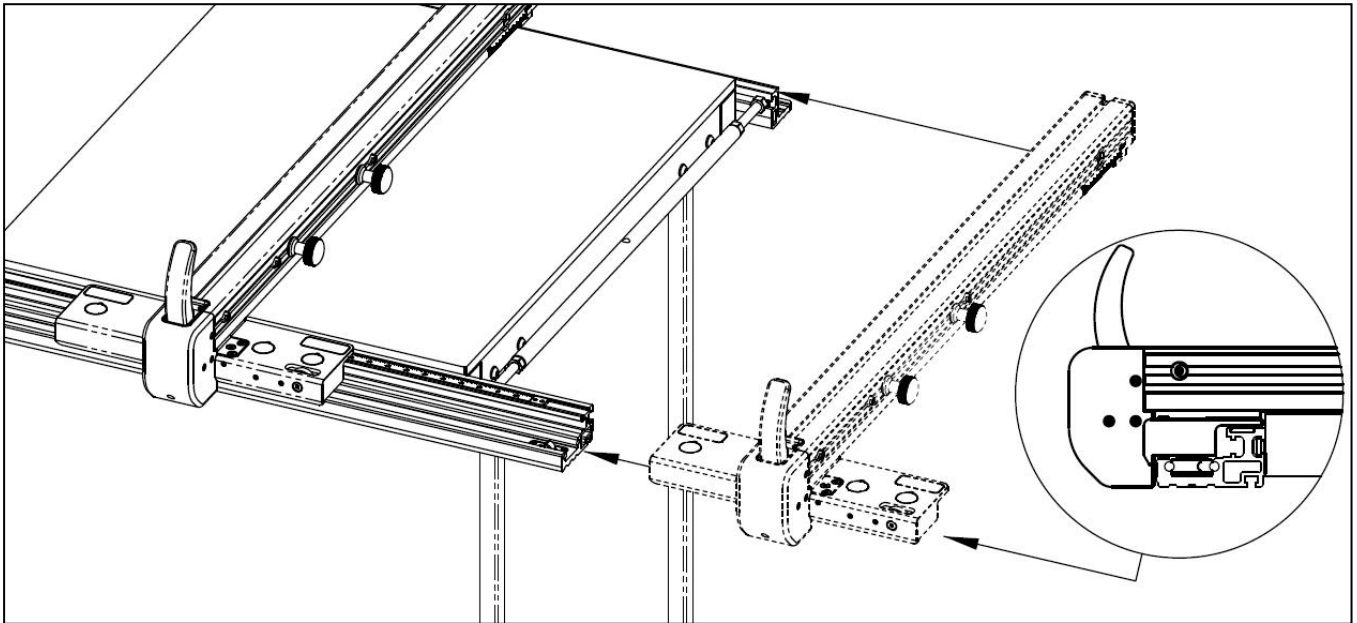

Abb. 6-19
3. Setzen Sie die Anschlagmontage (C) gemäß der Abbildung in **Abb. 6-19** in die Führungsschiene ein. Stellen Sie sicher, dass der Verriegelungsgriff angehoben (gelöst) ist, um das Einschieben des Anschlags auf die Schienen zu erleichtern, wobei die Lager am Anschlag mit den Stahlstangen an der Vorderseite der Schiene ausgerichtet sind.